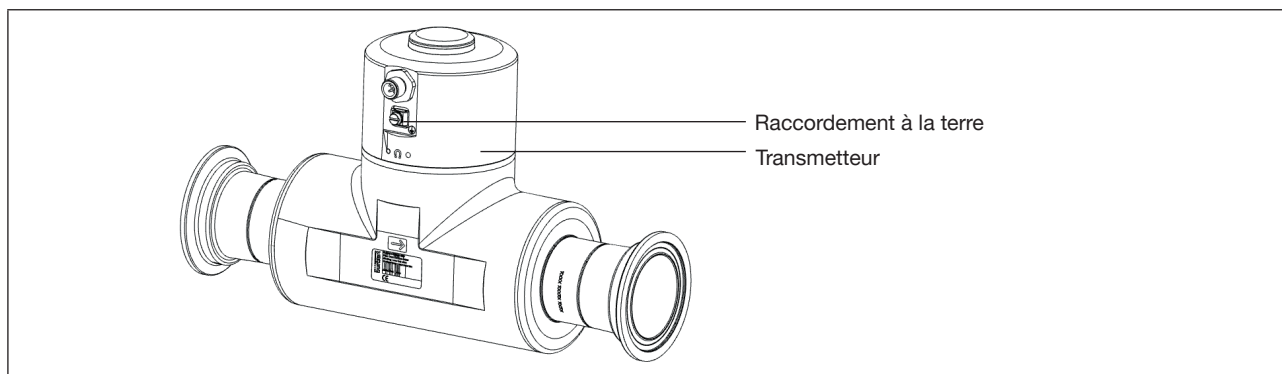

Figure 16: Raccordement à la terre
- Pour le bon fonctionnement de l'appareil, toujours brancher le fil jaune/vert soit au raccordement à la terre situé sur la face extérieure du boîtier du transmetteur (voir Figure 16).